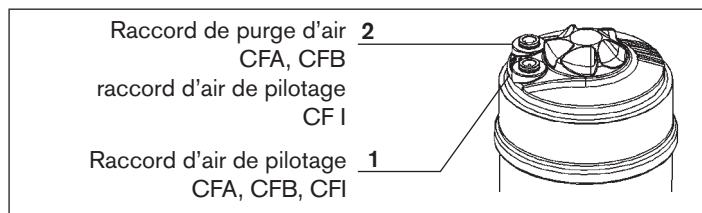

Fig. 19 : Raccordement pneumatique
→ Raccorder le fluide de pilotage au raccord d'air de pilotage 1 de l'actionneur (voir « Fig. 19 : Raccordement pneumatique »).
→ Insérez le silencieux dans le raccord de purge d'air libre 2 (voir « Fig. 19 : Raccordement pneumatique »).
- Raccorder le fluide de pilotage au raccord d'air de pilotage 1 et 2 de l'actionneur (voir « Fig. 19 : Raccordement pneumatique »)